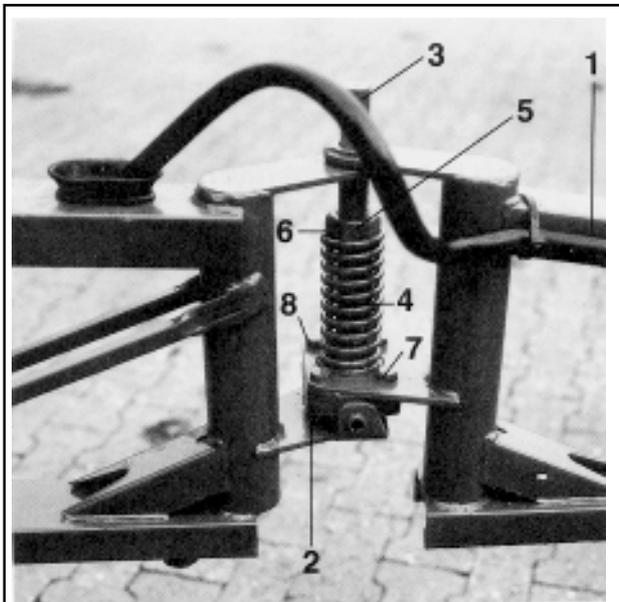

Fig. 10.3
- Lösen der Kontermuttern der Einstellschrauben (Fig. 10.3/ 6).